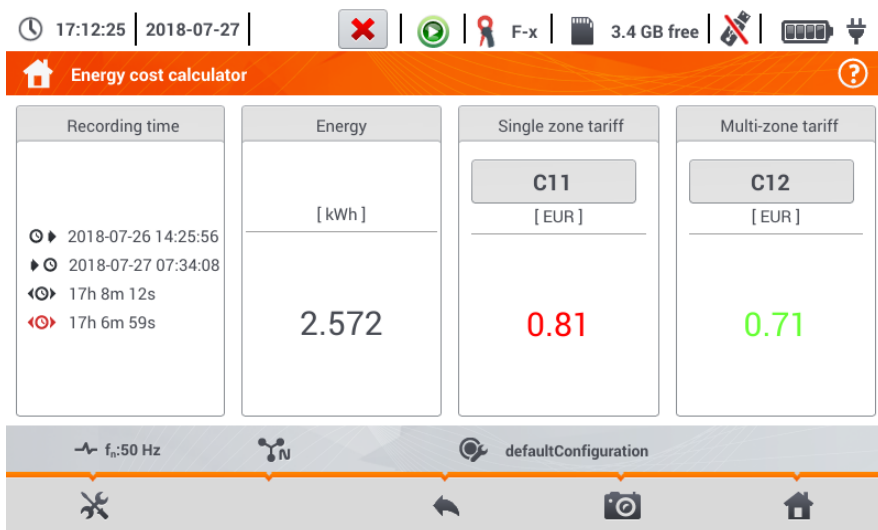

Fig. 6.28. Ansicht des Energieverlustrechners
schnitt 6.7 Schritt ③) und wählen sie das Symbol . Das Menü der Energiekosten wird wie in Fig. 6.28 mit folgenden Abschnitten angezeigt: